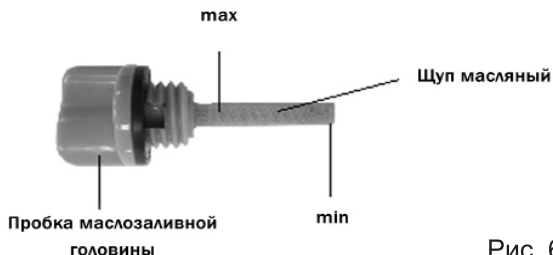

Рис. 6
3. Извлеките щуп и проверьте уровень масла. Он должен находиться между верхней и нижней отметкой контрольного щупа ближе к верхней отметке (max) (Рис. 6). В случае необходимости долейте свежее моторное масло;